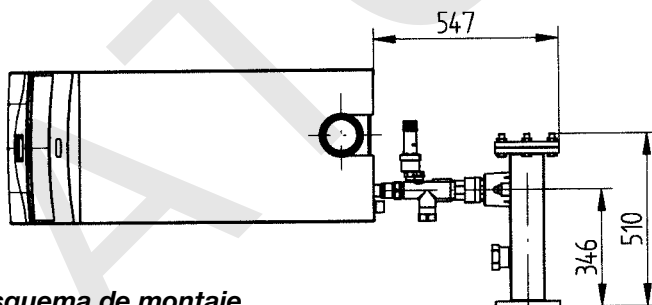

Figura 4b: Esquema de montaje
- 470 mm (espacio entre calderas 20 mm). Figura 4b
Realice el montaje de las tuberías del kit según el esquema de la figura 4b. Sujete los colectores a una pared maestra o al suelo con estribos adecuados que aguanten el peso de los mismos (las tuberías pesan 26 kg por caldera).